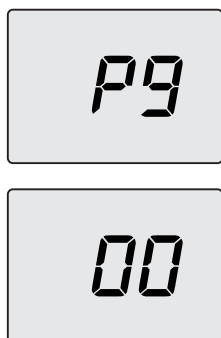

Figura 7.4
- Pulse el botón 13 o 14 (Figura 7.2) para desplazar los parámetros hasta el parámetro **P09** (deshollinador) (Figura 7.4).
- Pulse simultáneamente los botones 12 y 14 para visualizar el valor **00** (deshollinador no activado) (Figura 7.4). Utilice los botones 10 o 11 para cambiar este valor a **01** (deshollinador activado al mínimo en calefacción) y pulse el botón 12 para confirmar. El display muestra **LP** alternado con la temperatura mínima del agua sanitaria (Figura 7.5).
- Pulse el botón 14 (Figura 7.2) para desplazar los parámetros hasta el parámetro **P09** (deshollinador) (Figura 7.4).